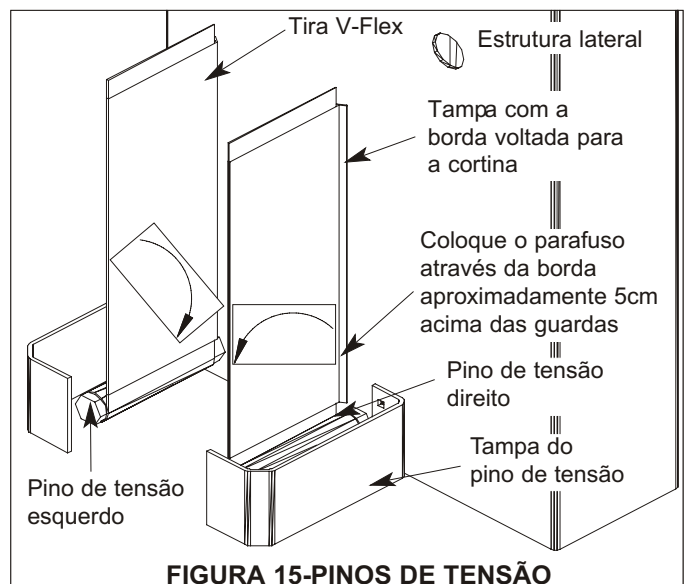

FIGURA 15-PINOS DE TENSÃO
**NOTA:** O pino de tensão rosqueado à esquerda deve ser instalado na estrutura lateral esquerda. Da mesma forma o pino de tensão rosqueado à direita deve ser instalado na estrutura lateral direita. Os pinos esquerdos terão um sulco estreito feito à máquina na forma de hexagonal próximo à sua extremidade, **figura 15**.
3. Envolve as guias das cintas em torno dos pinos, de modo que as cintas sejam tensionadas quando o pino rosqueado à esquerda é girado no sentido horário, e o pino rosqueado à direita é girado no sentido anti horário. As cintas estarão sempre voltadas para o espaço interior dos pinos, **figura 15**.